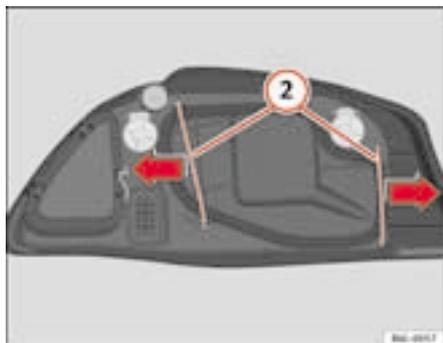

Fig. 145 Lampada anabbaglianti
- Far scorrere i tiranti ② ⇒ fig. 145 all'infuori nel senso della freccia e sfilare la chiusura.
- Riposizionare la copertura di plastica e i tiranti ② ⇒ fig. 145.